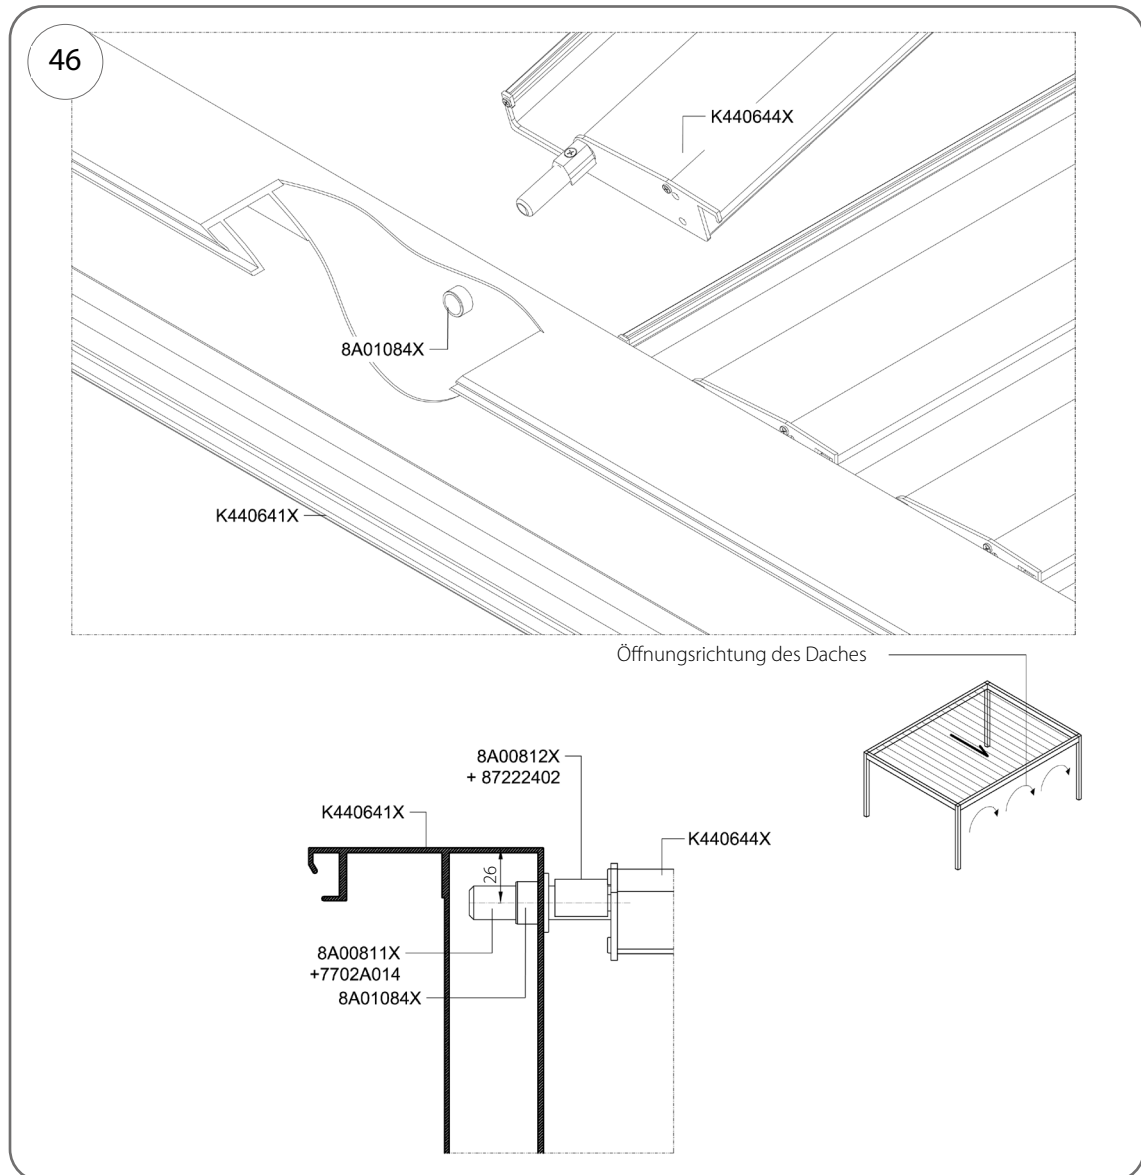

Abb. 46
1. Die Lamellenachse schräg in die Buchse 8A01084X einschieben (Abb. 46).